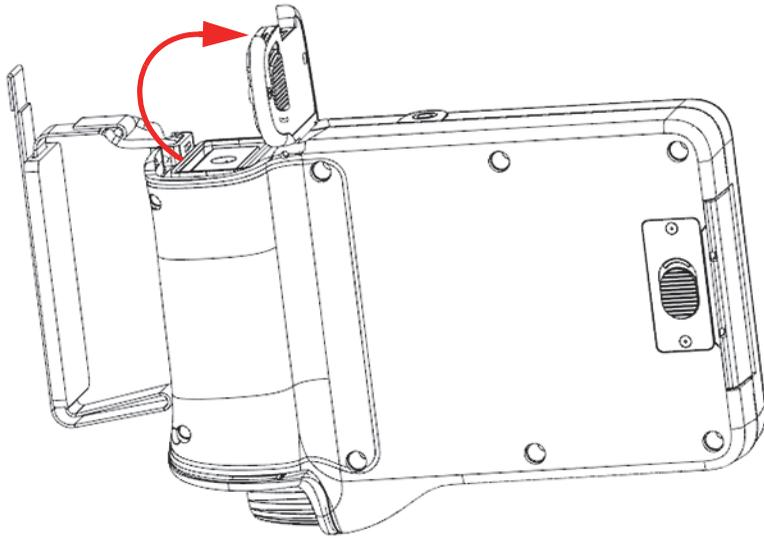

图 4-2 电池舱：舱盖处于打开状态
3. 掀起舱盖，并使舱盖完全打开（参见第 38 页的图 4-2）。